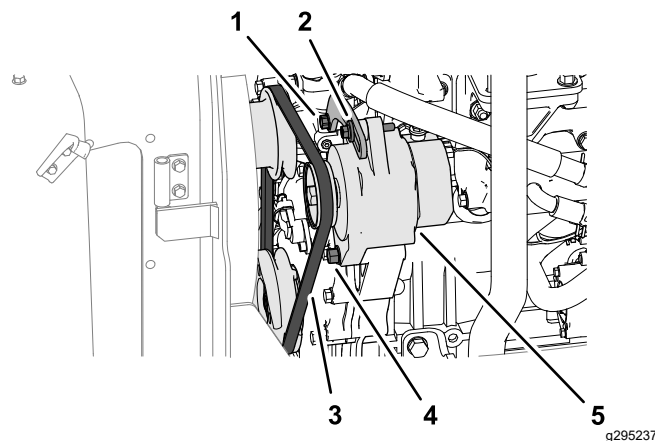

Figura 71
1. Applicate una forza di 10 kg sulla cinghia dell'alternatore (Figura 71), al centro tra le pulegge.
- Se l'inflessione della cinghia è minore di 10 mm, allentate il bullone orientabile dell'alternatore e il bullone della tensione (Figura 71), e riducete la tensione della cinghia.
- Se l'inflessione della cinghia è maggiore di 10 mm, allentate il bullone orientabile dell'alternatore e il bullone della tensione (Figura 71), e aumentate la tensione della cinghia.
Nota: Se necessario, allentate il bullone della staffa della tensione (Figura 71).
3. Serrate i bulloni (Figura 71).